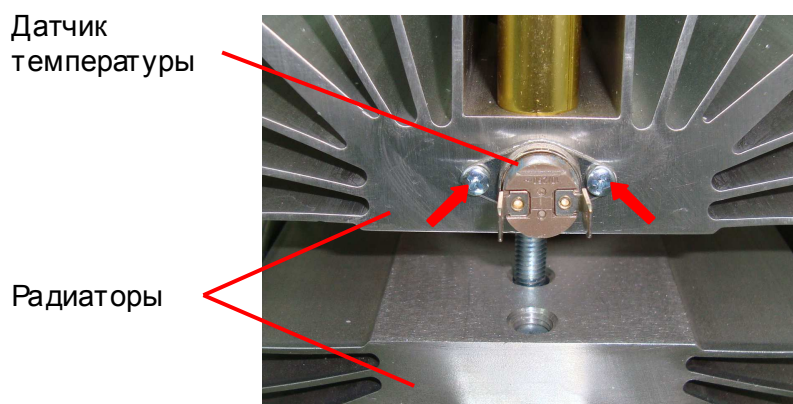

Рис. 6.17
6.10.3. Выкрутить два винта крепления датчика температуры к радиатору (рис. 6.17, красные стрелки), демонтировать датчик и положить его в тару.